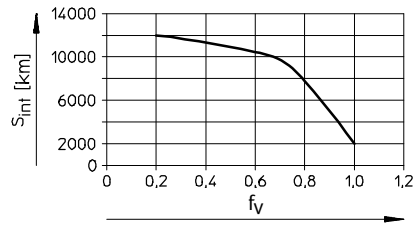

Fig. 8
- Se **uno** di questi fattori è presente, dimezzare l'intervallo di lubrificazione S_{int} (→ Fig. 8).
1. Calcolare il fattore di confronto di carico f_v con l'ausilio della formula per i carichi combinati (→ 11 Dati tecnici) e leggere l'intervallo di lubrificazione S_{int} (→ Fig. 8).